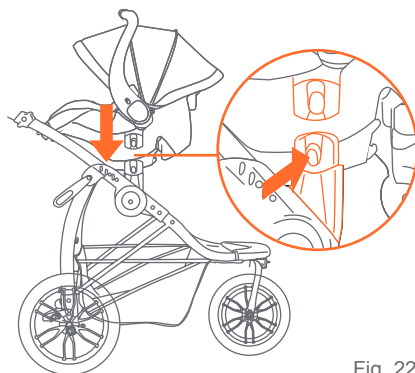

Fig. 22
- 22)** • Para sacar el asiento o el asiento infantil, apretón las dos palancas de liberación y jale el asiento o el asiento infantil hacia arriba (Fig. 22). **NO la retire con el niño en la sillita.**